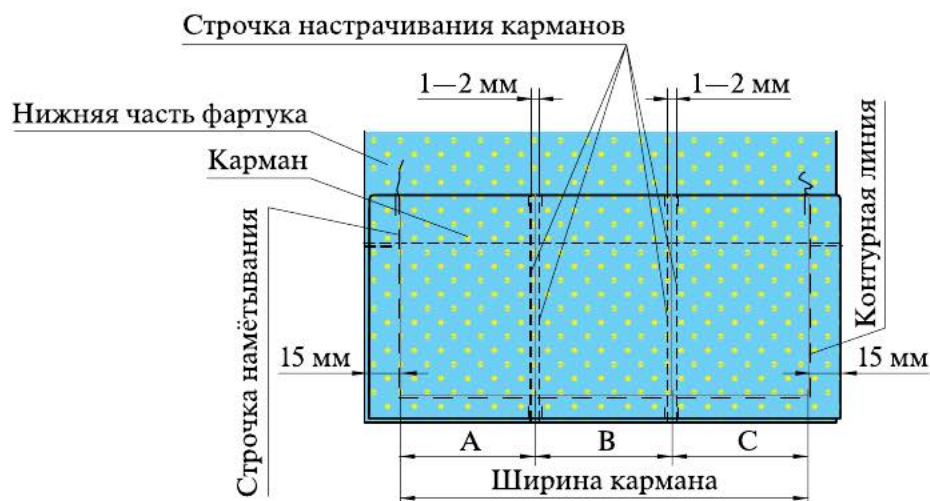

Рис. 6.53. Настрачивание кармана
3. Наметайте карман на нижнюю часть фартука точно по контурной линии (рис. 6.53) в соответствии с линиями на выкройке или измерьте, разделите ширину кармана на три равные части (рис. 6.53) и разметьте тонкими меловыми линиями.